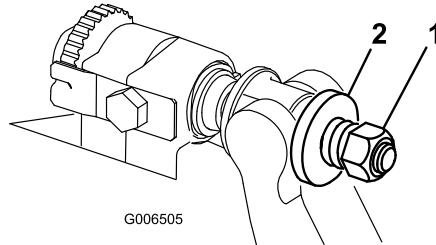

Figura 32
3. Aperte a porca da mola tensora até que a mola fique recolhida; em seguida, desaperte meia volta (Figura 32).